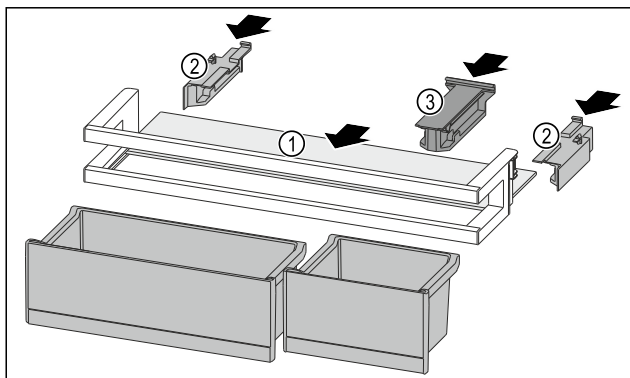

Fig. 93
- Skyv oppstillingsplassen Fig. 93 (1) inn i fordypningene på sidene.
- Sett inn sidedelene Fig. 93 (2).
- Sett inn holdedelen Fig. 93 (3).